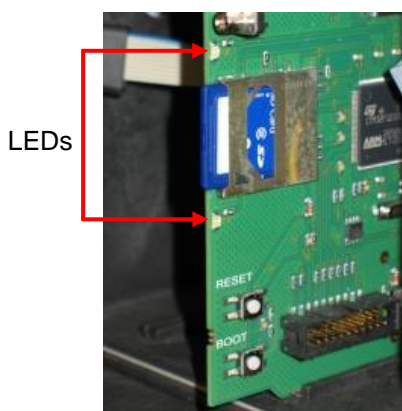

Figure 28
8. Le Testomat redémarre et procède à la mise à jour. Sous ce mode, aucune publication n'est faite, et le statut est affiché via les voyants de la carte SD (voir figure 28) ainsi que les voyants de la platine de commande (voir figure 30 voir page 68). La progression de la programmation s'affiche sous forme de barres à 5 voyants LED sur la platine de commande : En premier clignote uniquement lentement le voyant LED 1 (à côté du connecteur pour la platine de base) (une fois toutes les 2 secondes), puis il reste allumé, et le voyant LED suivant commence à clignoter. Cette opération se répète jusqu'à ce que tous les voyants LED restent allumés en permanence. La mise à jour du micrologiciel est alors terminée. Le Testomat démarre automatiquement avec le nouveau logiciel d'exploitation. La mise à jour complète du micrologiciel dure env. 70 secondes.